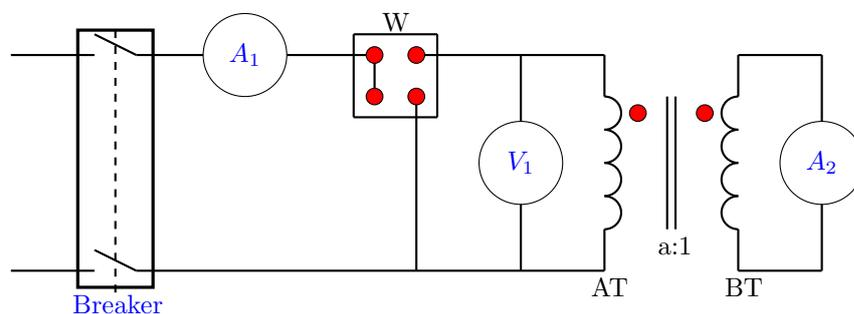

Figura 17: Conexión del transformador para la prueba de cortocircuito.
1. Se realiza el cortocircuito en B_T y se alimenta en A_T con una TENSIÓN REDUCIDA hasta obtener corriente nominal en los dos devanados y se toman las lecturas de corriente, potencia y tensión. Ver figura 17.